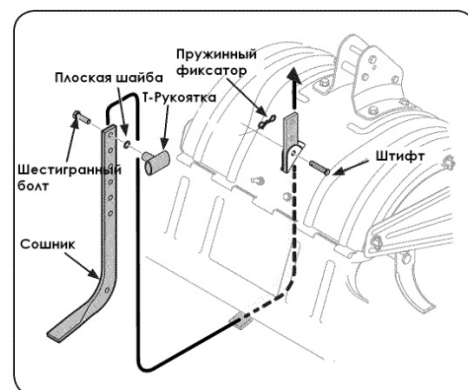

Рис.1
2. Отверните Т-образную рукоятку с верхней части сошника и извлеките плоскую шайбу и шестигранный болт. См. Рис. 1.